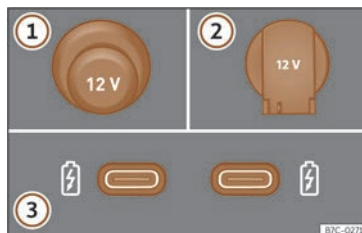

Fig. 151 Priza electrică de 12 V a autovehiculului.
>>> **fig. 151**
În funcție de echipare și de țară, autovehiculul poate avea și conexiuni USB **exclusiv pentru încărcare sau ca priză electrică** >>> **fig. 151** ③.